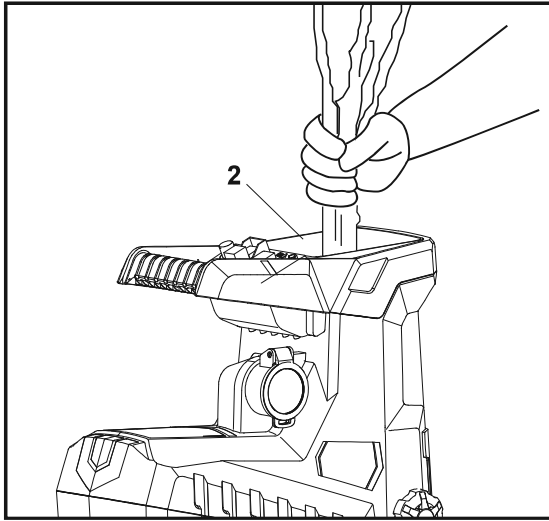

Fig. 11
4. Introduzca poco a poco el material (por ejemplo, residuos de jardín, ramas) en el canal de alimentación (2) (Fig. 11). Introduzca únicamente la cantidad justa de material de alimentación para evitar la obstrucción del canal de alimentación y las unidades de corte.